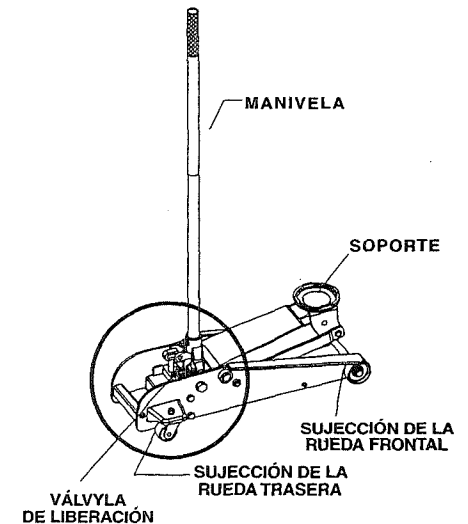

FIG.3
- Consulte el manual de utilización del fabricante del vehículo para localizar los puntos adecuados para elevarlo. Coloque el gato elevador de forma que el soporte (Fig. 3) esté centrado bajo la carga en el punto apropiado de elevación.
- Refer to the vehicle manufacturer's owners manual to locate approved lifting points on the vehicle. Position jack so that the saddle (see Fig. 3) is centered under the load at an appropriate lift point.